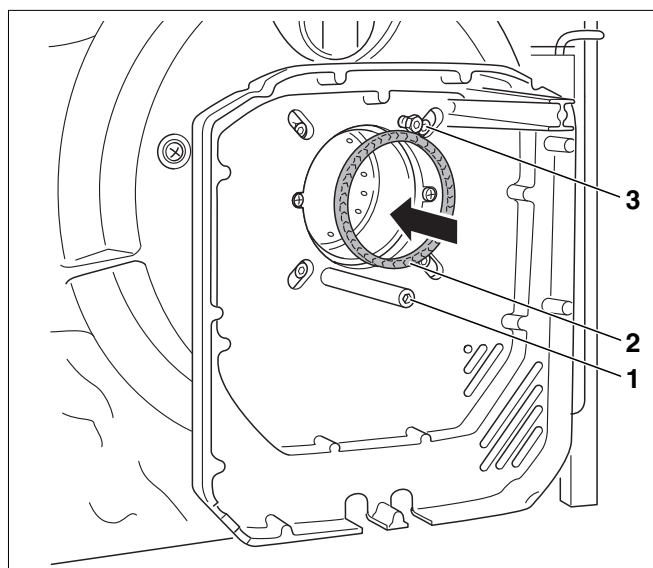

Fig. 52 Colocación de la junta en los modelos de quemador 17 hasta 45
- Antes de montar el quemador compruebe la junta (fig. 52, **pos. 2**) situada entre el sistema de mezcla y el cañón del quemador.
- En los modelos de quemadores de 17 a 45 se coloca la junta (fig. 52, **pos. 2**) en el cañón del quemador.
- Coloque el quemador sobre los dos tornillos de la brida del quemador (fig. 52, **pos. 1 y 3**).
- Girarlo hacia la izquierda hasta el tope y apretar nuevamente los tornillos de sujeción (fig. 52, **pos. 1 y 3**).